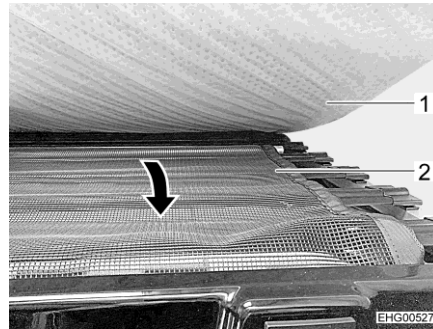

Fig. 36 Rete protettiva
- Sfilare la rete protettiva (Fig. 36,2) sotto il materasso (Fig. 36,1) e tenderla sopra l'apertura di ingresso.